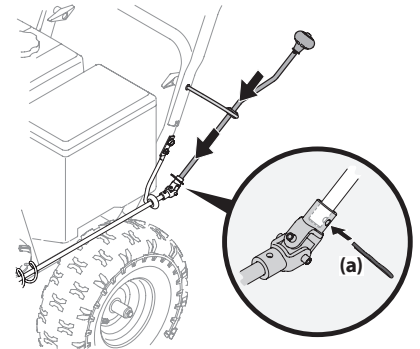

Figura 2-19
2. Inserte el conjunto del control direccional del canal que no está sujeto en el perno de ojo en el lado izquierdo del conjunto de la manija. Consulte Figura 2-19.